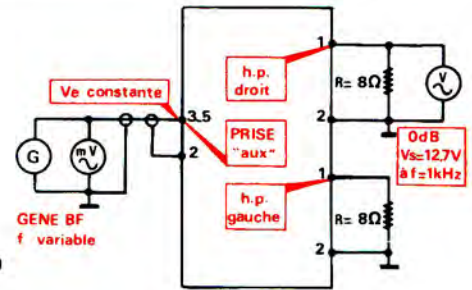

Fig. 20
3. MESURE DE LA BANDE PASSANTE (Fig. 20 et 21)
4. MESURE DE L'ACTION DES TONALITES (Fig. 20 et 22)